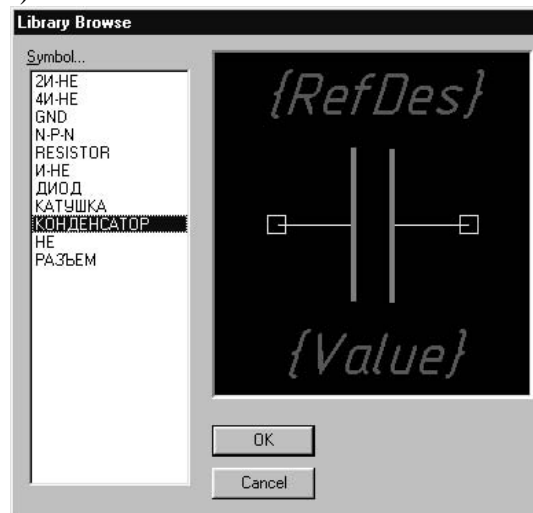

Рис.4.6.2
- Присоединить символ. Для этого следует нажать кнопку **Select Symbol**. В открывшемся окне **Library Browse** в списке символов найти «Конденсатор», выделить его и нажать кнопку ОК (рис.4.6.2).